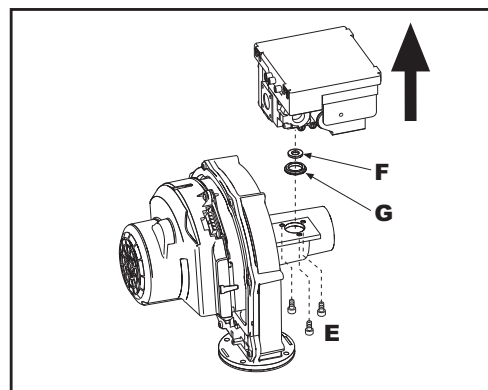
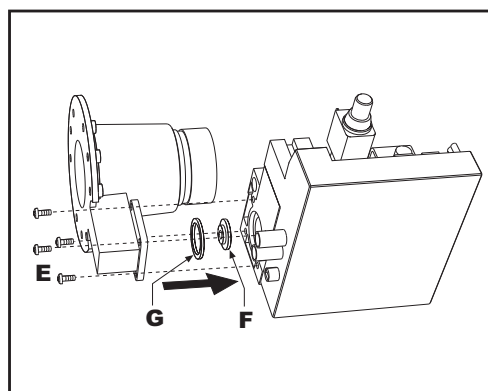

fig. 36 - modello FUTURIA N 60/80
fig. 37 - modello FUTURIA N 125
7. Svitare le viti di fissaggio "E" (fig. 36 modello FUTURIA N 60/80 e fig. 37 modello FUTURIA N 125) e togliere la valvola gas.
8. Sostituire l'ugello gas "F" (vedi fig. 36 per il modello FUTURIA N 60/80 e fig. 37 per il modello FUTURIA N 125) posizionandolo all'interno della guarnizione "G" con quello contenuto nel kit di trasformazione. Rimontare i componenti e verificare le tenute.